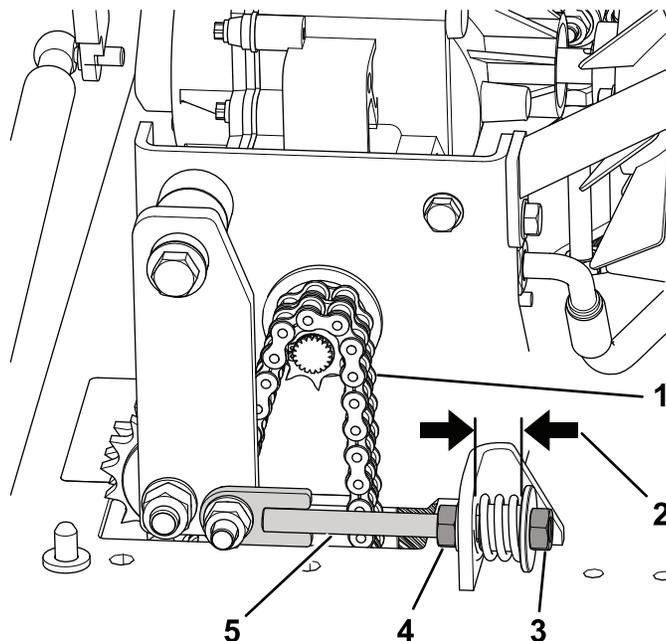

Bild 36
- Lösen Sie die Klemmmutter an der Spannstange (Bild 36).
- Lösen oder ziehen Sie die Spannmutter an, bis der Abstand zwischen dem Distanzstück und der starren Halterung 19 mm beträgt, siehe Bild 36.